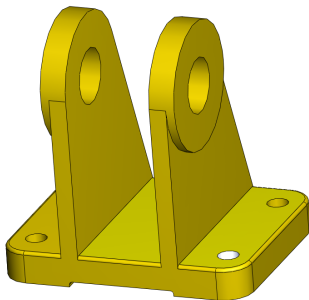

图 6-44 镜向实体特征效果
(4) 单击【确定】按钮，即可镜向实体特征，如图 6-44 所示。